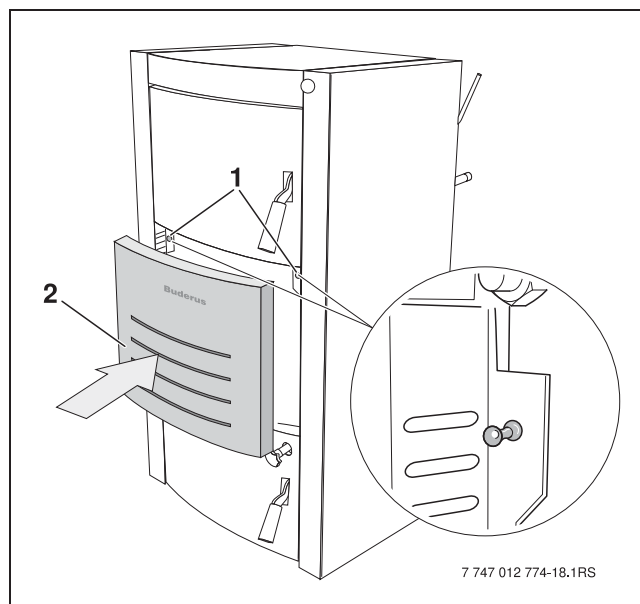

Figura 16 Montarea panoului frontal
- Se așază panoul frontal (Figura 16, poz. 2) pe bolțurile mantalelor laterale (-> Poz. 1).